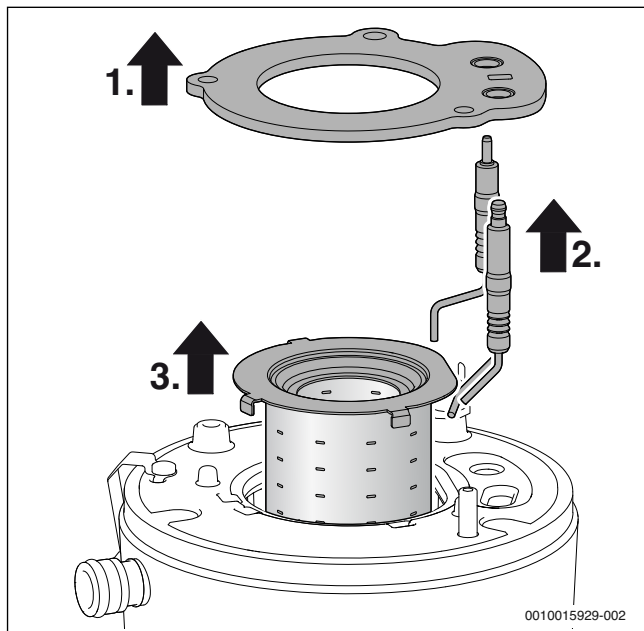

Fig. 44 Scoaterea arzătorului
- ▶ De fiecare dată când deschideți arzătorul, înlocuiți garnitura arzătorului (→ fig. 44, poz. [1]) și toate garniturile de etanșare deteriorate ca urmare a acestei măsuri. (Durata de viață maximă a garniturii arzătorului: 7,5 ani)